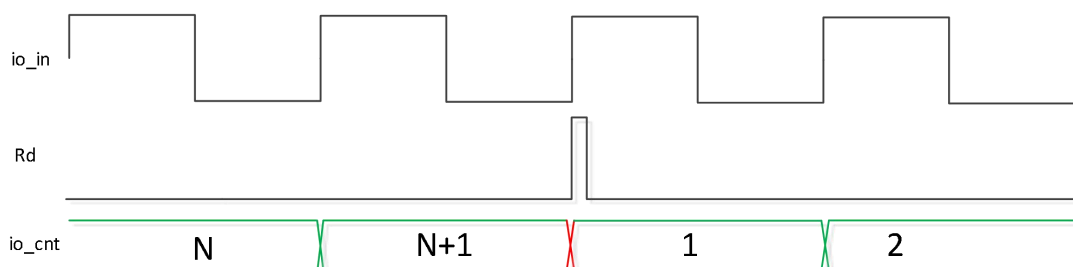

图 11 清零操作同 io 边沿（上升沿计数）
- 读操作在输入信号边沿同时发生，当次读到的为上一个计数值，当次边沿累计到下一次 io_cnt，如图 11 所示。